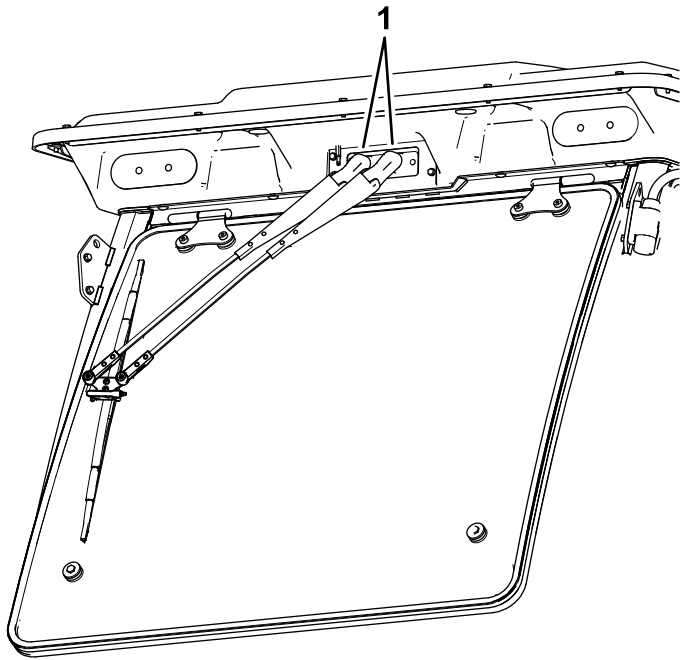

Figura 85
1. Abra los tapones en la parte superior de los brazos del limpiaparabrisas (Figura 85).